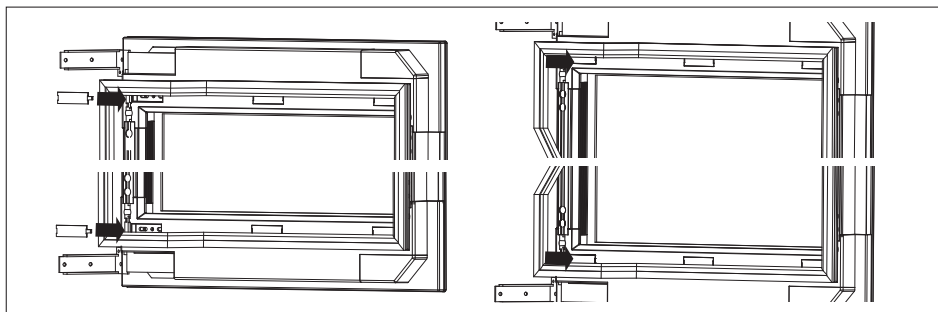

Рис. 3
3. Установите обратно накладки и дверной уплотнитель (рис. 3).